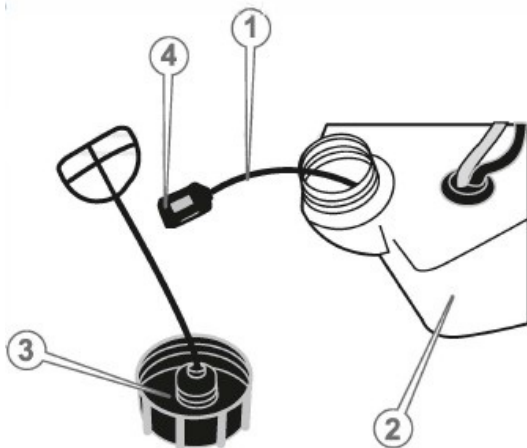

Рисунок 5. Схема обслуговування паливного бака та фільтра.
1. Очистити поверхню навколо заливної горловини паливного бака та кришку (3, рис. 5) від пилу і бруду.
2. Відкрутити кришку заливної горловини паливного бака (2, рис. 5).
3. Витягнути паливний фільтр (4, рис. 5) із паливного бака.
4. Від'єднати паливний фільтр від паливопроводу (1, рис. 5).